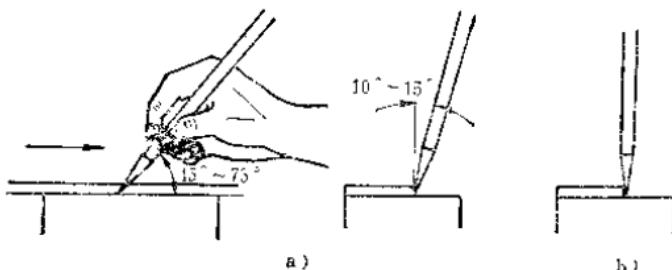

图2-3 划针的使用
① 划线平板：支承和安放划线工具并用作立体划线基准的工具。使用时应水平放置。不准在平板上敲打，应注意保持平板的平整、清洁。
② 划针：用中、高碳钢钢丝制成，经淬火硬化，尖端刃磨 $10^{\circ} \sim 20^{\circ}$ 尖角，针尖必须锋利。划针通常以钢直尺、角尺或样板等作为导向工具配合使用。使用时针尖紧靠导向工具（图2-3），一次划出，不得重复。针尖变钝，一般可用油石修磨，需在砂轮机上刃磨时应避免过热退火。